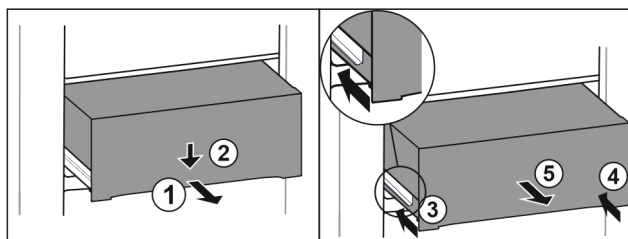

Fig. 164
- Lade er half uittrekken. Fig. 164 (1)
- Schuiflade aan de voorzijde omlaag drukken. Fig. 164 (2)
- Linker rail ca. 2 cm inschuiven. Fig. 164 (3)
- Rechter rail ca. 2 cm inschuiven. Fig. 164 (4)
- Lade naar voren toe verwijderen. Fig. 164 (5)